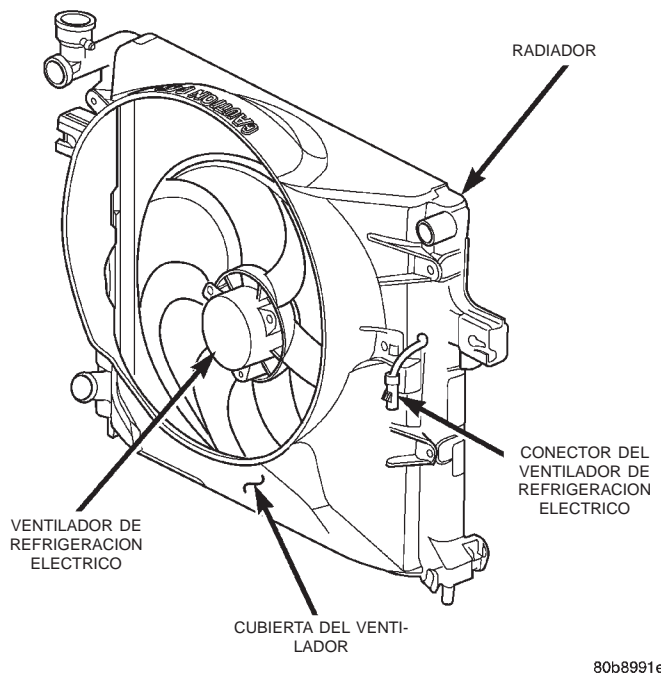

Fig. 42 Cubierta del ventilador y ventilador eléctrico—motor 4.7L
- (4) Retire los pernos de instalación de la cubierta (Fig. 42).
- (5) Retire la cubierta y el ventilador del vehículo.